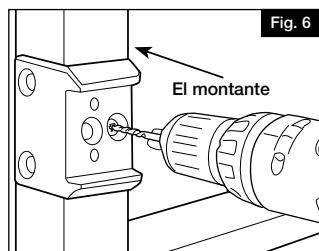

Fig. 6
- b. Coloque las chapas de portón firmemente contra el montante o travesaño entre las líneas marcadas en el paso 4, Figura 4. Taladre dos agujeros guía a través de los orificios para tornillos en la parte delantera de cada chapa de portón con una broca de 3/32" (2,4 mm) (Fig. 6).